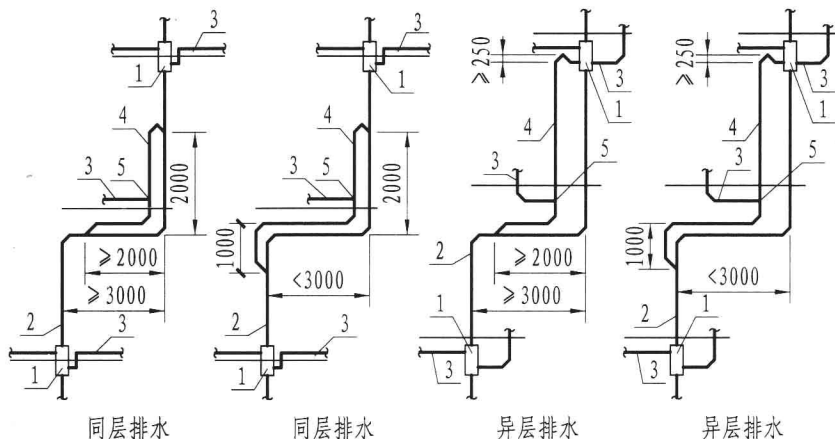

图2 立管偏置距离 $> 1\text{m}$ 时, 辅助通气管设置方式
2) 偏置距离大于1m时,下层偏置管应设泄压管,泄压管应以45°管件与上层排水立管连接,泄压管管径为铸铁管DN100或塑料管dn110,见图2。泄压管水平管段的管内底不应低于排水立管的偏置横管管中心。